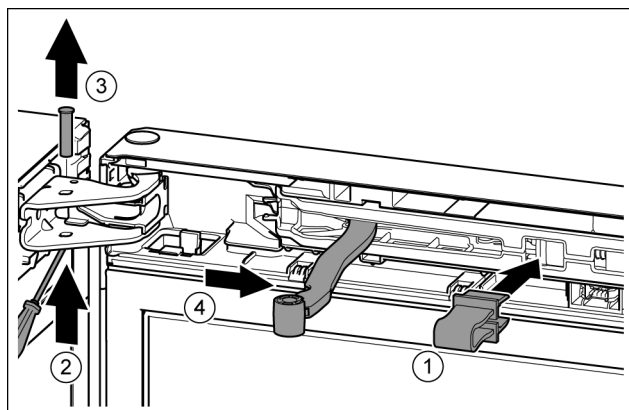

Fig. 13
- Sicherung in Öffnung einrasten. *Fig. 13 (1)*
- Bolzen mit Schraubendreher herausschieben. *Fig. 13 (2)*
- Bolzen nach oben herausnehmen. *Fig. 13 (3)*
- Gelenk in Richtung Tür drehen. *Fig. 13 (4)*